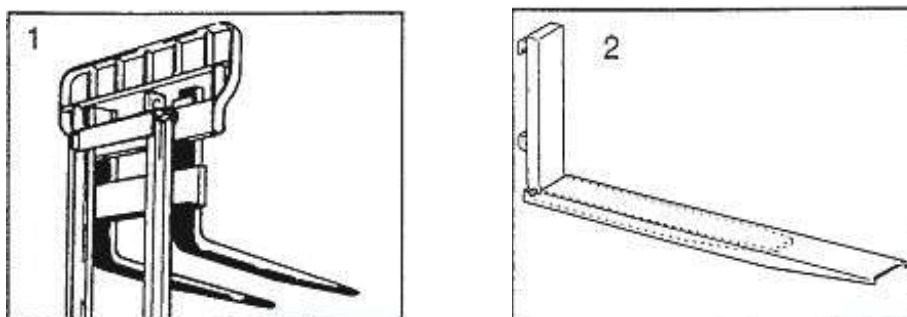

Fig. 2.19-2
Grade de proteção da carga (Fig. 2.19-2; item 1)
Sapatas de prolongamento dos garfos (Fig. 2.19-2; item 2)